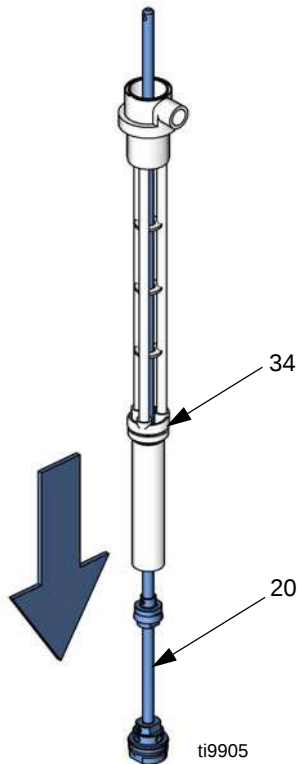

FIG. 19
7. Tirer sur l'arbre de transmission (20) pour le sortir du fond du corps de pompe (34). Voir FIG. 19.